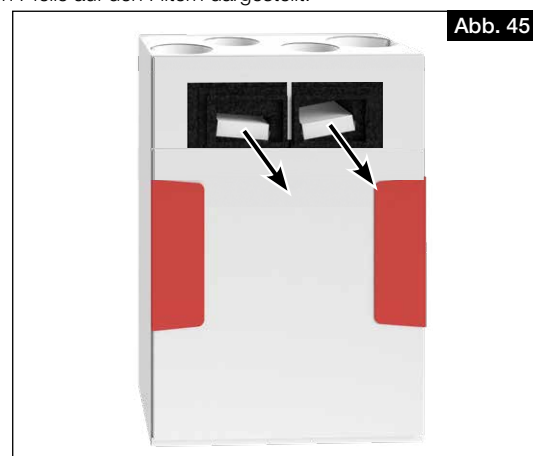

Abb. 45
2. Filter nach vorne herausziehen und wechseln (s. Abb. 45).